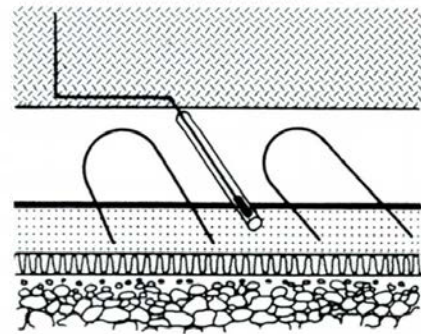

Fig. 8. Fixation d'une sonde à collier pour canalisation.
■ sonde à collier pour canalisation (fig. 8) : la placer sur le départ d'eau chaude à environ 1,50 m de la chaudière.